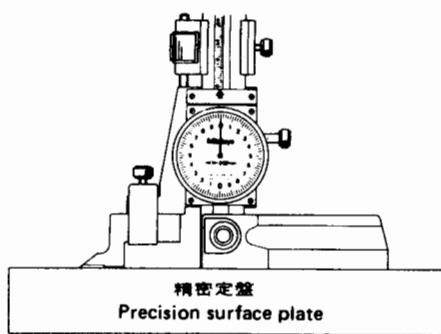

Fig. 4
- 使用する前に、必ずスクライバの測定面を精密定盤に密着させ指針がダイヤルのゼロ点と一致していることを確認します(Fig. 4)。
- Check the zero point of the indicator before measurements. The dial must read zero when the scribe is set on the surface plate (Fig. 4). If it does not, zero set the indicator following the way described on "HOW TO ZERO SET.".